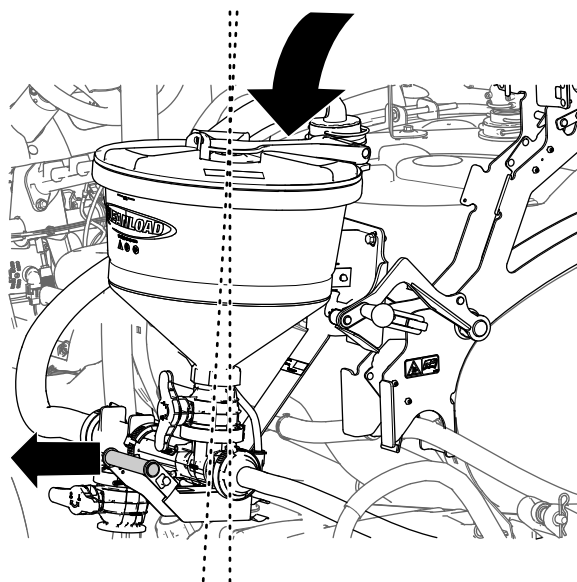

图 39
4. 稍微向外握持清洁加药器手柄的同时完全放下清洁加药器图 39。
2. 稍微向外握持清洁加药器手柄的同时升起清洁加药器图 39。